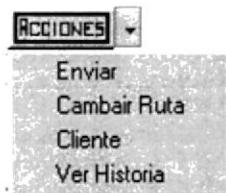

Figura 10.28 Opción de Acciones
6. Se activará el menú de Acciones el cual le permitirá manipular el trámite, para elegir las opciones debe dar click en el botón ▾ de **ACCIONES** ▾ (ver figura 10.28)